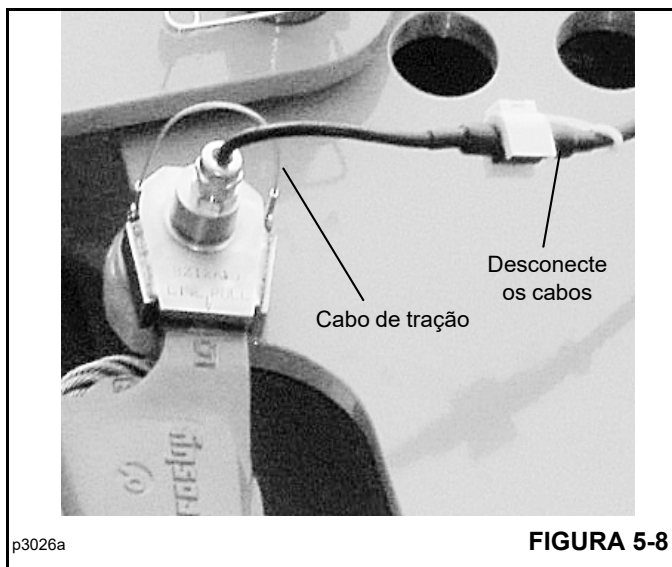

FIGURA 5-8
2. Desconecte o cabo do pino dos terminais com cunha do cabo do transmissor (Figura 5-8).
3. Remova o pino (Figura 5-8) que fixa o terminal com cunha do cabo na cabeça da lança usando o cabo de tração, não o cabo do pino dos terminais. Remova o terminal da ponta fixa do cabo de aço.